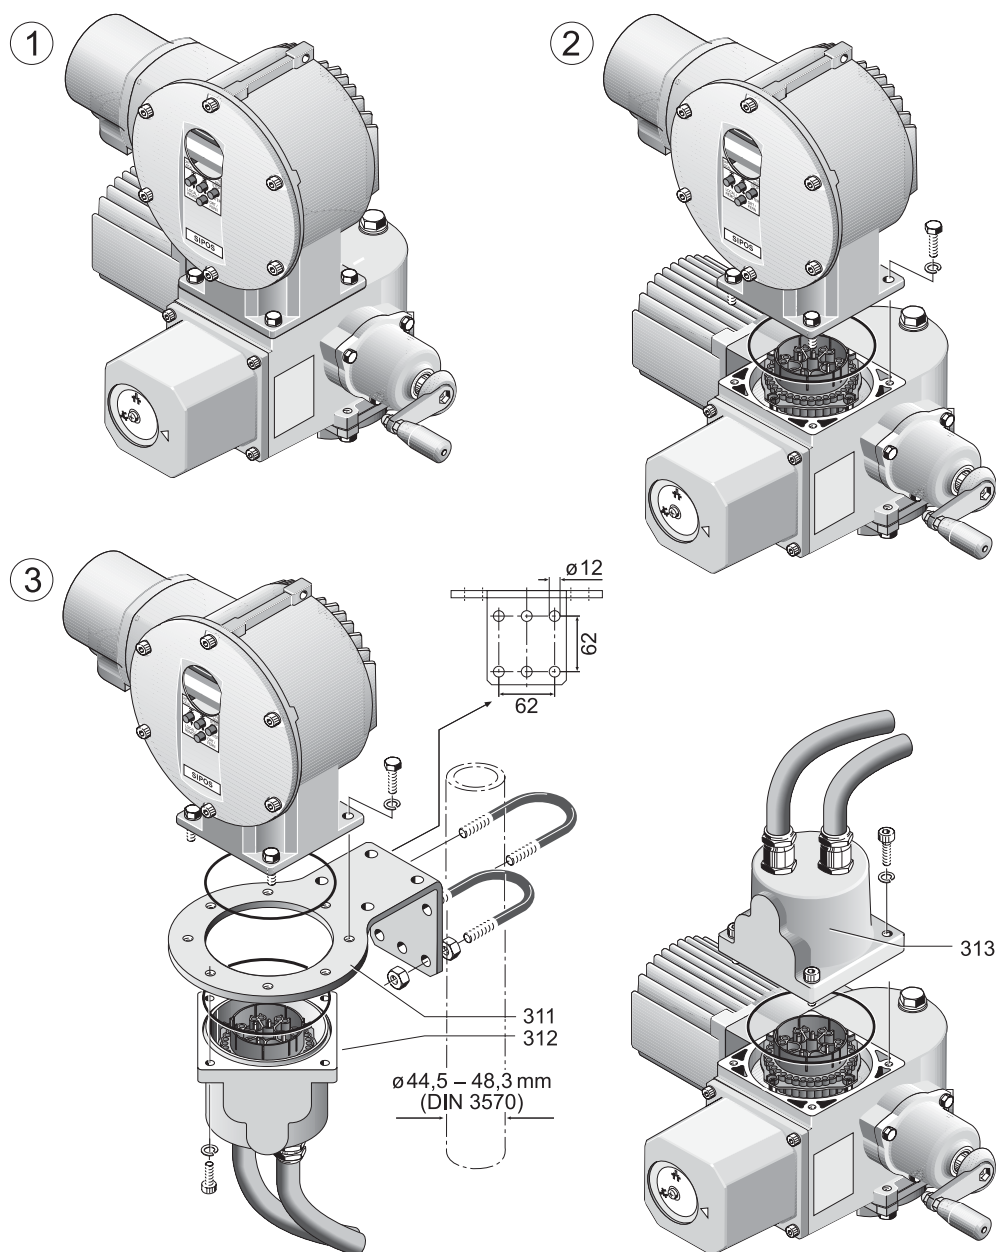

图 4: 分体安装
- 将安装支架（见 311 部件，图 4）固定在将要安装控制单元的地方。